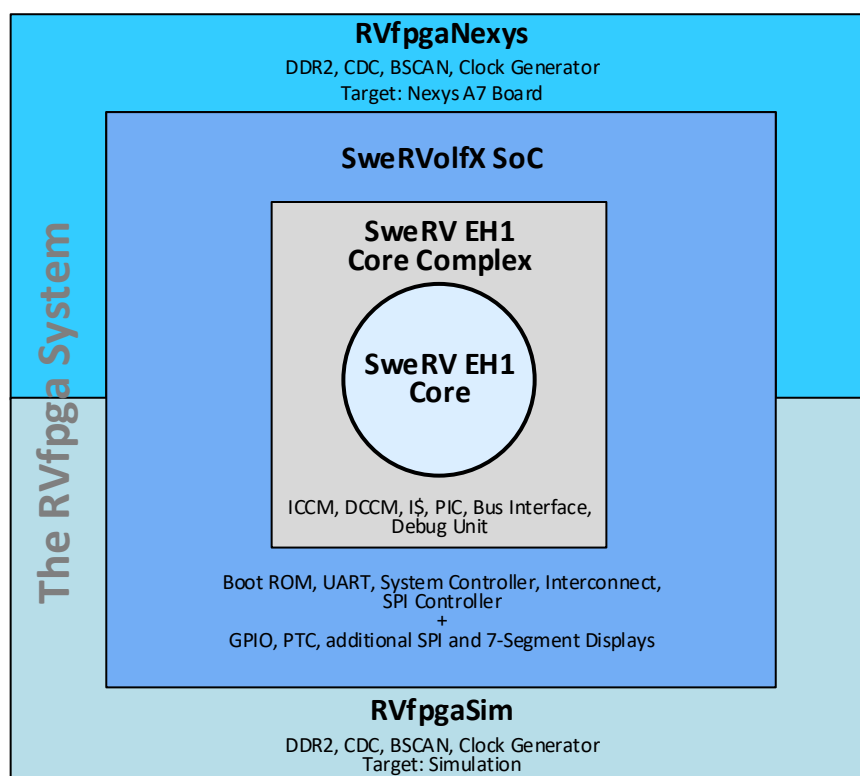

Figura 1. Hierarquia do sistema RVfpga
A Seção 3 fornece uma breve introdução à arquitetura de computador RISC-V. A Seção 4 descreve o Sistema RVfpga (Seção 4.A – 4.C) e a organização dos ficheiros Verilog que compõem o sistema (Seção 4.D). O Sistema RVfpga é baseado no SoC SweRVolf (<https://github.com/chipsalliance/Cores-SweRVolf>) que, por sua vez, usa o núcleo RISC-V SweRV EH1 em código-aberto (<https://github.com/chipsalliance/Cores-SweRV>) da Western Digital (WD). A Figura 1 e a Tabela 1 ilustram a organização hierárquica do Sistema RVfpga, desde o Núcleo SweRV EH1 até RVfpgaNexys e RVfpgaSim.